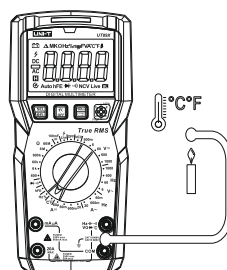

Рис. 10
9.8 Измерение температуры (Рис. 10) (только UT89X)